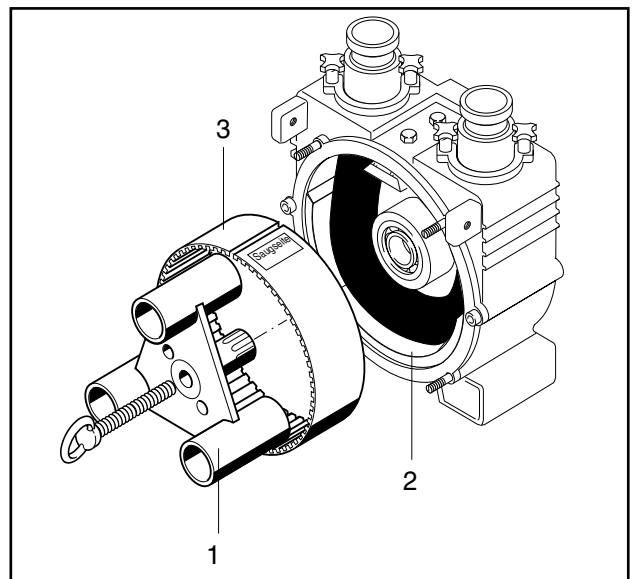

Fig. 3
Le matelas 2 (fig. 3) est un élément en élastomère intégré dans la pompe et dans lequel la compression la plus importante du flexible a lieu.
Le séparateur (pos. 3, fig. 3) permet d'isoler la chambre d'aspiration de l'intérieur de la pompe, mais aussi de préserver le tuyau de refoulement. Celui-ci protège le rotor (pos. 1, fig. 3) contre tout endommagement causé par des produits abrasive ou grossiers en cas de rupture du tuyeau. Le séparateur peut être remplacé en desserrant simplement deux vis.